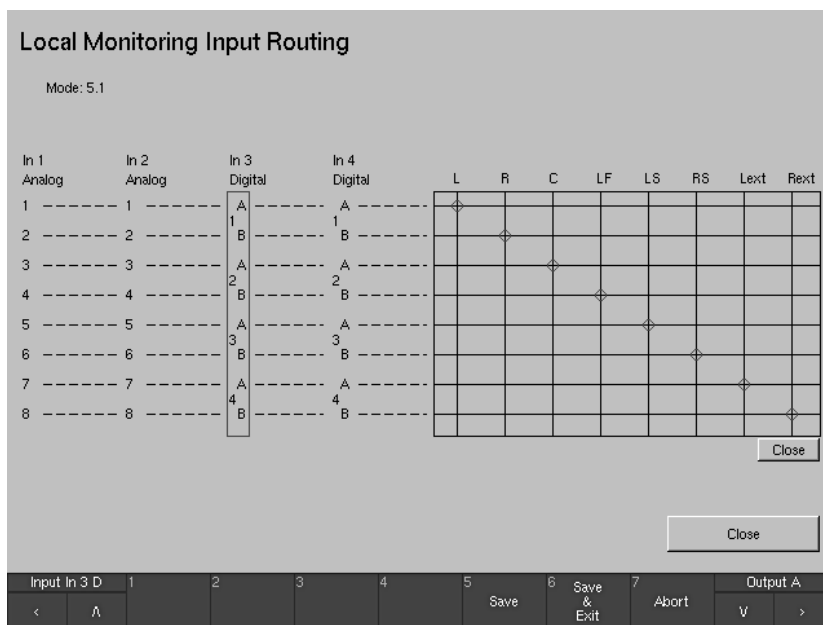

Bild 4-13: Kanaluordnungsmatrix für das „Monitoring Input Routing“
• **„Monitoring Input Routing“** (siehe Bild 4-13)
Diese Schaltfläche öffnet eine weitere Menüseite mit der Routing-Matrix, in der den physikalischen Eingängen der Anschlüsse „Monitoring In 1 Analog“, „Monitoring In 2 Analog“, „Monitoring In 3 Digital“ und „Monitoring In 4 digital“ (siehe Abschnitte 2.3.9. bis 2.3.12.) jeweils die internen logischen Kanäle L, R, ... zugeordnet werden können (siehe Bild 4-13 auf der nächsten Seite). Zur Verfügung stehen im: